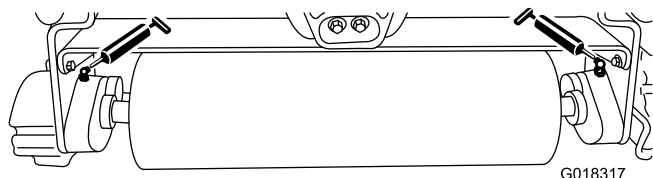

Figura 5
Lubrique los 2 engrasadores (Figura 5) de cada unidad de rodillo triple cada 15 horas de uso, usando grasa de litio de propósito general n° 2. Se recomienda una pistola de engrase manual para obtener los mejores resultados.
2. Aplique grasa a los cojinetes del eje del rodillo triple hasta que note presión (Figura 5).